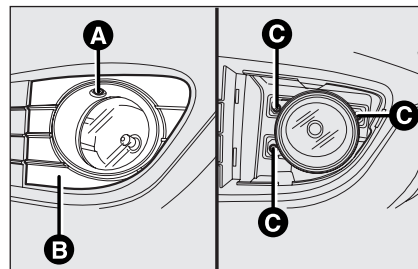

Abb. 24
- ☐ Die Schraube **A-Abb. 24** losschrauben und die Schutzabdeckung **B** entfernen;